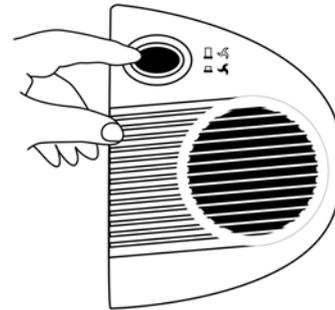

Рисунок 4. Кнопка включения тепловентилятора
6.5. Для включения тепловентилятора нажмите кнопку вкл. / выкл. (рисунок 4).